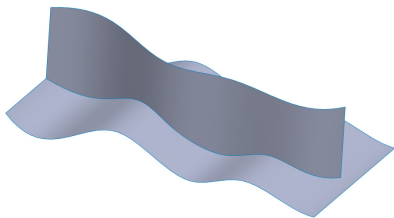

图 7-88 剪裁曲面对象效果
(4) 单击【确定】按钮，即可剪裁曲面对象，如图 7-88 所示。